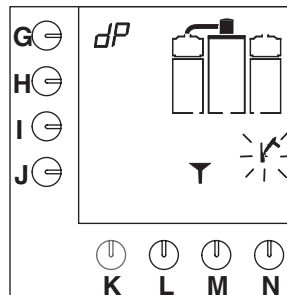

Fig. 19 Koffiezetstelsysteem vraagt om de ontalkeroplossing
- Een geluidssignaal klinkt, het hamersymbool knippert en een trechter verschijnt in het display (fig. 19).